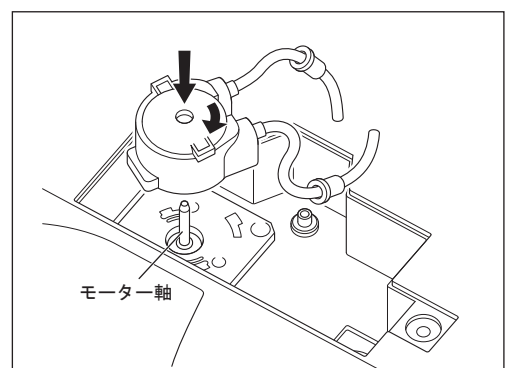

図57
- 7) 新しい注水ポンプ (別売品) をモーター軸にゆっくり挿し込み、右に「カチッ」と音がするまで回し、取り付けます (図57)。